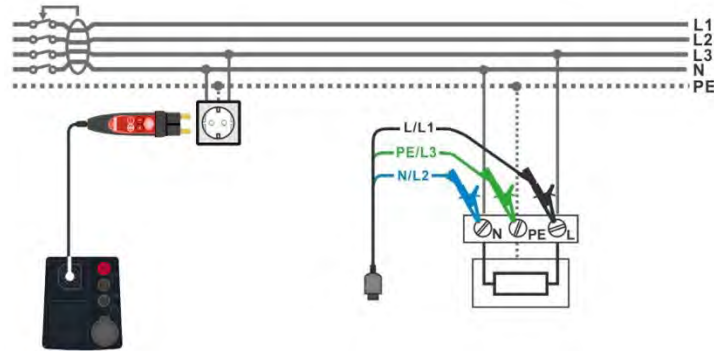

Abbildung 7.44: Z Auto Messung
- › Schließen Sie die 3-Leiter-Prüflleitung oder den Commander-Prüfstecker am Prüfobjekt an, siehe **Abbildung 7.44**.